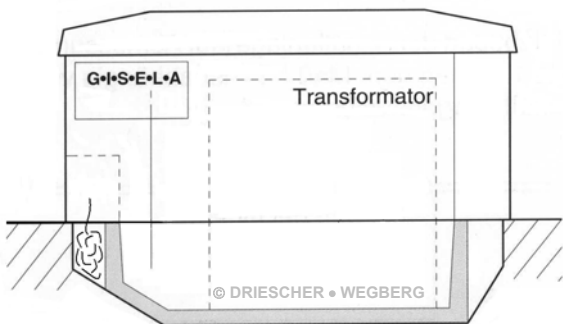
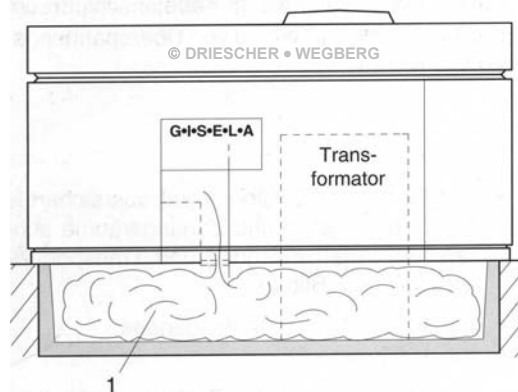
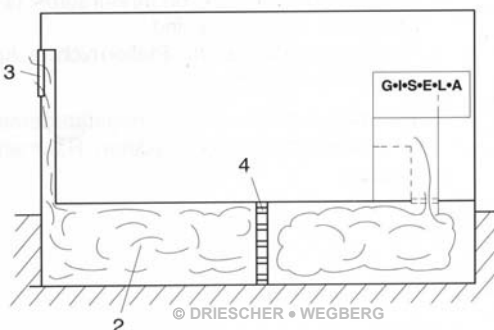

Bild 1 / Фиг. 1
Bild 2 / Фиг. 2
Bild 3 / Фиг. 3
- Bei Kompaktstationen Typ K und KSP Fa. DRIESCHER erfolgt der Druckausgleich ausschließlich im Kabelanschlussbereich (Bild 1). Ansonsten muss bei kompakten und begehbaren Stationen die Druckentlastung in den Kabelkanal (1) [Mindestvolumen ~3 m³] vorgesehen werden (Bild 2).
- Bei vorhandenem Kabelkanal (2) [Mindestvolumen ~1,1m³; Mindestquerschnitt – 0,25m² mit Öffnung (3) nach außen], diesen als Druckentlastungsraum nutzen.
- Durch Einbau von zwei Lagen Streckmetall (4) werden die Lichtbogengase zusätzlich gekühlt und der Austritt von heißen Gasen gemindert (Bild 3).